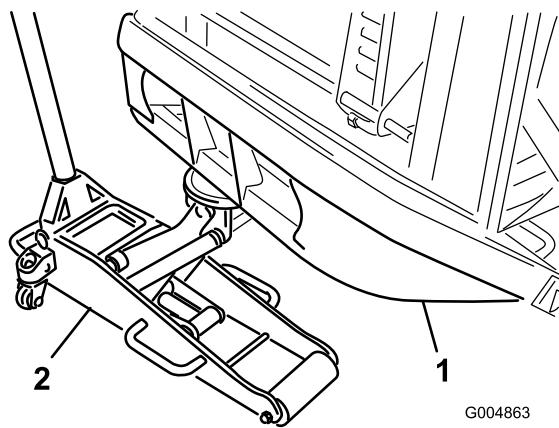

図 31
- 後部バンパーチューブの下に適当なジャッキをセットし、後タイヤが床から浮き上がるまで車体後部を持ち上げる 図31。